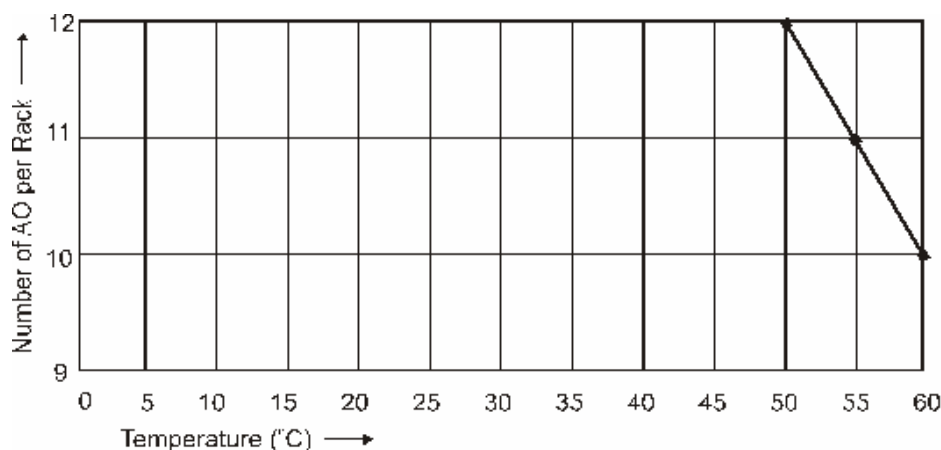

Figura 30 – Declassamento dell'alimentazione
3. Limitare il numero di moduli di uscita analogica a un massimo di 10 per rack (vedere la Figura 30).